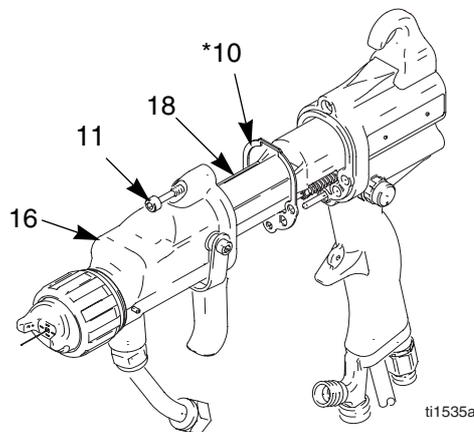

Fig. 14. Remontage du canon
1. S'assurer que le joint (10*) est bien en place. Veiller à ce que les trous d'air soient bien alignés. À remplacer si endommagé. Voir Fig. 14.
2. Mettre le canon (16) sur le bloc d'alimentation électrique (18) et l'emboîter sur la poignée du pistolet (17).
3. Serrer les trois vis (11) alternativement et uniformément (environ ½ tour après serrage au contact).